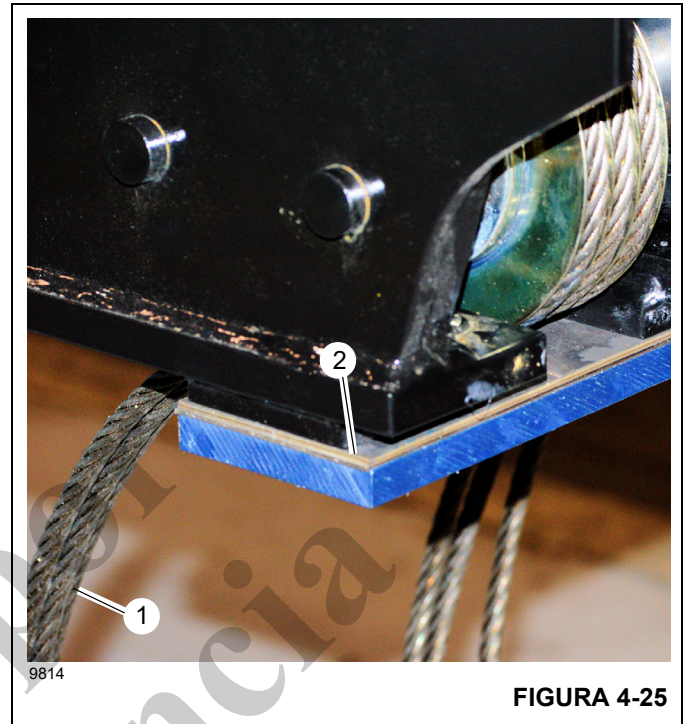

FIGURA 4-25
15. Instale los pernos (11) y el cable de retracción (12) en la base de la sección telescópica 1 de la pluma.
16. Instale dos placas de montaje de almohadillas de desgaste superiores (52) y las almohadillas de desgaste (53) con los pernos (54) y las arandelas (55).
17. Instale la almohadilla de desgaste inferior (16) y los suplementos (15) en la base de la sección telescópica 1 de la pluma con los pernos (14). Asegúrese que los cables de retracción 3/2/1 (1, Figura 4-25) entre la parte inferior de la sección telescópica 1 de la pluma y las almohadillas de desgaste inferiores calcen (2).